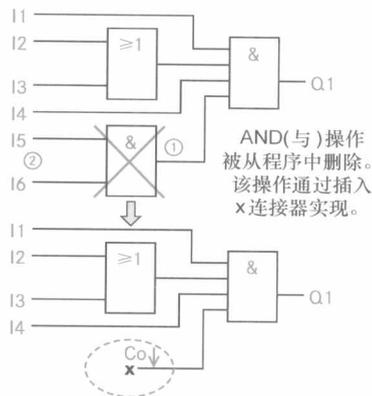

图 1-12 更改及删除部分程序
为了删除部分程序，如图 1-12 所示，光标必须置于要删除目标的右侧(输出侧)①。